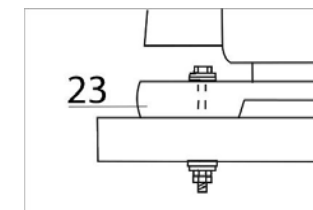

Рис.7
Перед использованием пилы ее необходимо закрепить на ровной устойчивой поверхности при помощи четырех болтовых соединений (не комплектуются) через монтажные отверстия (7) в основании 23. Обязательно используйте при креплении плоскую и пружинную шайбы на каждый болт (не комплектуются). См. Рис. 7.